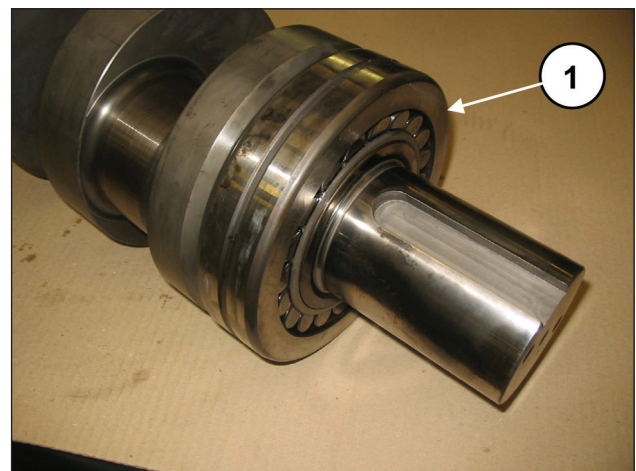
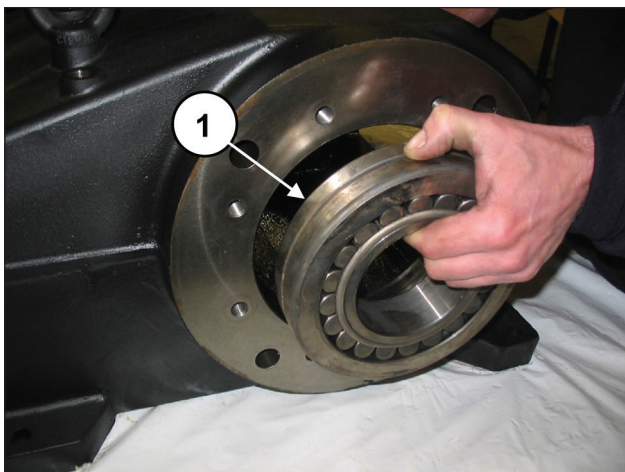

Fig. 42
Fig. 43
Pré-monte o rolamento do lado PTO no eixo até o batente (pos. ①, Fig. 42) e monte o rolamento no lado oposto no cárter (pos. ①, Fig. 43).
**O rolamento na Fig. 43 tem o anel interno cônico. Verifique se a conicidade vai da parte externa para a interna para permitir a inserção seguinte do casquilho.**